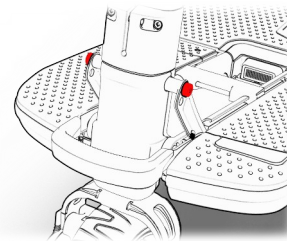

Figura 26 Caña del timón tornillos de ajuste de ángulo
1. Su ATTO debe estar en una posición abierta para ajustar el ángulo del timón. Una vez abierto, ubique y suelte los dos tornillos Allen (hexagonal) (ver resaltado en rojo en la Figura 26). Asegúrese de mantener el timón en posición vertical (debe sostener el timón para evitar que se caiga mientras suelta los tornillos).